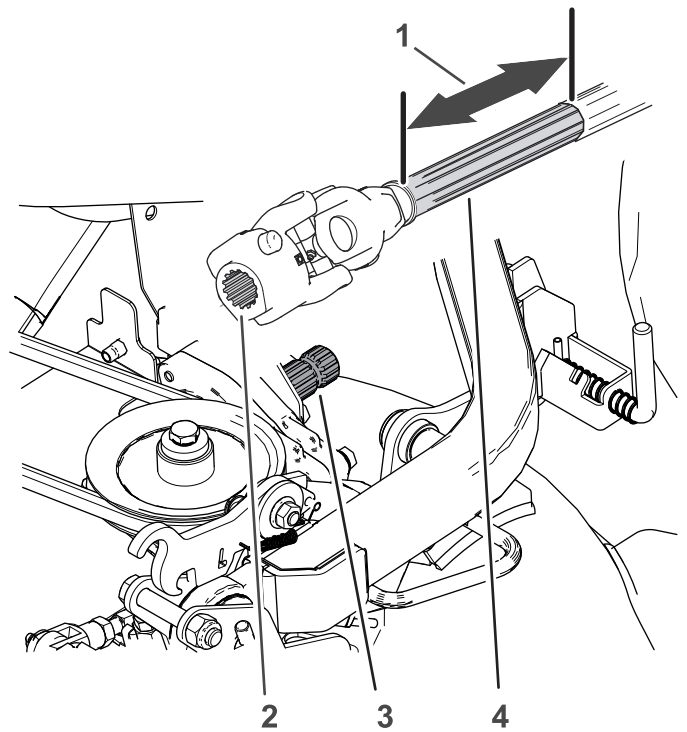

Figure 49
2. Tirez la moitié avant de l'arbre de transmission (Figure 49) d'environ 25 cm en avant.
3. Essuyez les cannelures de l'arbre du boîtier d'engrenages et de l'arbre de transmission (Figure 49).
4. Essuyez la surface coulissante de l'arbre de transmission avant (Figure 49).
5. Appliquez du produit antigrippage sur les cannelures de l'arbre du boîtier d'engrenages et l'accouplement à cardan (Figure 49).
6. Appliquez du produit antigrippage sur la surface coulissante de l'arbre de transmission avant (Figure 49).